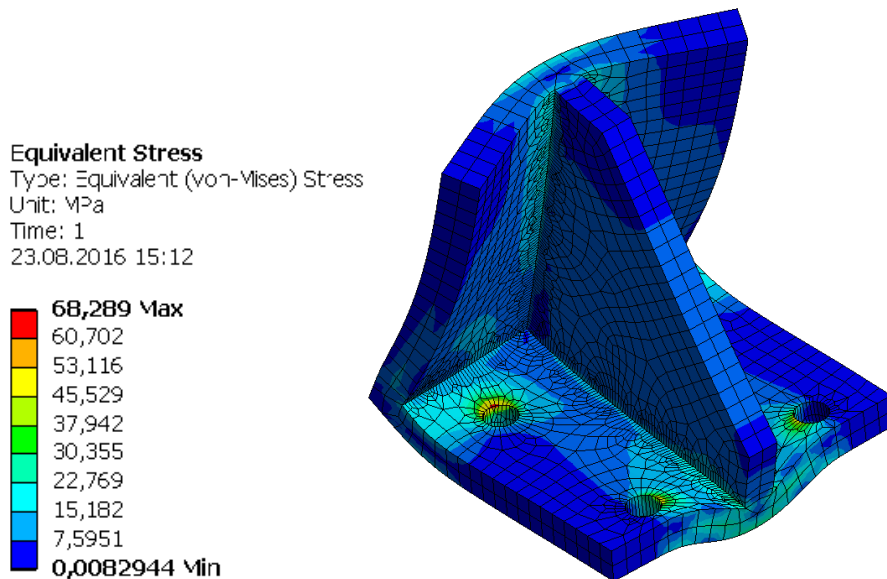

Рисунок 5.11 – Пример отображения распределения напряжений в упоре
- 14) После окончания расчета для просмотра распределения значений любого параметра достаточно щелкнуть по имени нужного (например, Equivalent Stress), рисунок 5.11.